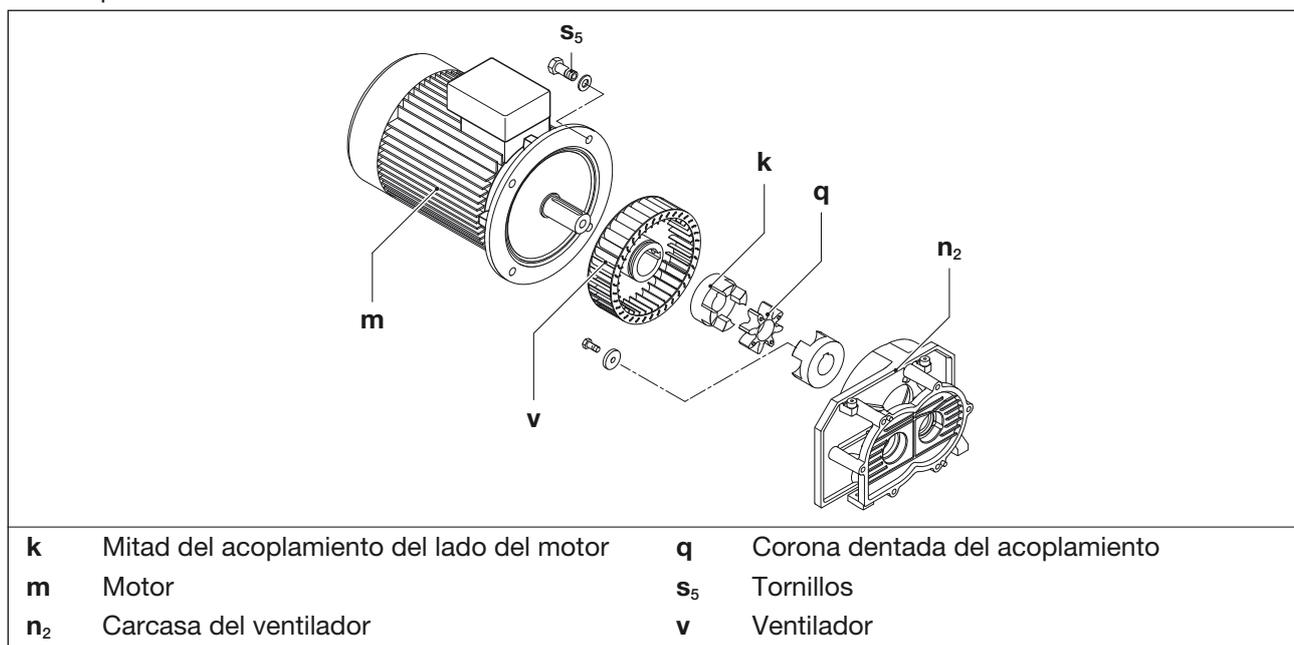

Fig. 8 Acoplamiento
La corona dentada del acoplamiento (Fig. 8/q) está sujeta a desgaste y debe comprobarse periódicamente (al menos 1 vez al año). Comprobar también de vez en cuando si el ventilador (Fig. 8/v) presenta daños.
- Suspender el motor (fig. 8/m) por las armellas de transporte utilizando un equipo de elevación. Si no se dispone de cáncamos, suspender el motor utilizando eslingas redondas.
- Aflojar los tornillos (Fig. 8/s₅) de la brida del motor y retirar axialmente el motor junto con la mitad del acoplamiento del lado del motor (Fig. 8/k) de la carcasa del ventilador (Fig. 8/n₂).
- Comprobar la corona dentada (Fig. 8/q). Sustituir la corona dentada si está dañada o desgastada.
- Comprobar el ventilador (Fig. 8/v) y sustituirlo en caso necesario.
- Volver a colocar la corona dentada y el motor con parte del acoplamiento del lado del motor de forma axial y con los tornillos (Fig. 8/s₅) fijados en la brida del motor. Par de apriete: 84 Nm